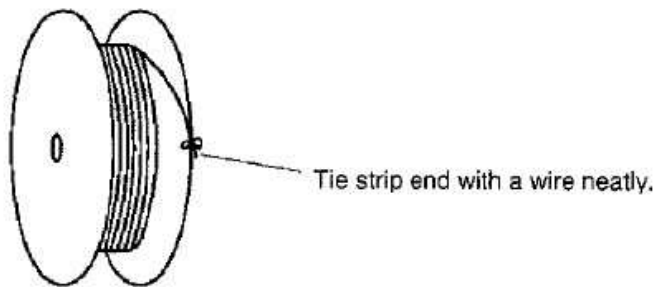

Fig. 6
(4)기계에서 단자 reel 을 떼어 낼 때, 단자 Strip 끝을 적당한 끈이나 와이어를 이용하여 Reel 의 가장자리에 고정시키시오. Fig. 6 참조